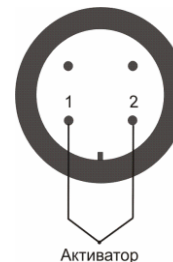

Рис. 4 – Схема подключения МПП к линии запуска
6.5 Подсоединить линию запуска, как показано на рис. 4, с учётом требований, изложенных в разделе 5.